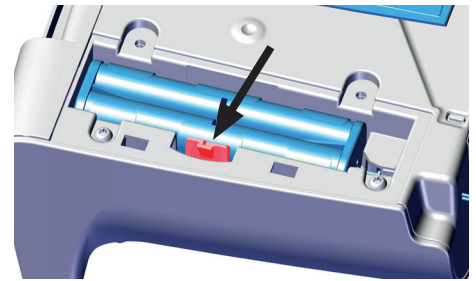

Fig. 1
- ⇒ Gerät am Ein- / Aus-Schalter (1) ausschalten.
- ⇒ Halteklemme (Abb. 1) zur Seite drücken und Akkuhalter herausnehmen.